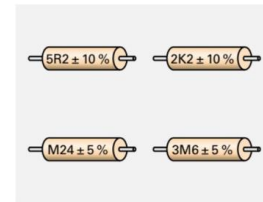

Bild 3: Alphanumerischer Aufdruck
9. Alphanumerischer Aufdruck (Bild 3): Geben Sie für die vier Widerstände